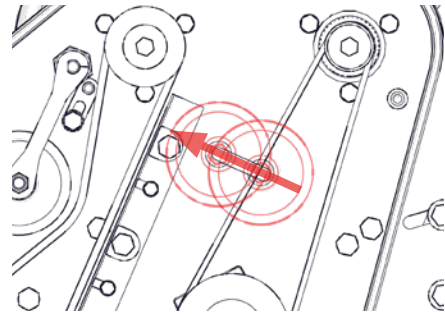

Fig. 16H - Aflojar la polea tensora
- Si solo va a volver a tensar la correa, avance hasta el paso iii. Afloje la polea tensora [con la llave fija de 9/16"]. (Fig. 16H).